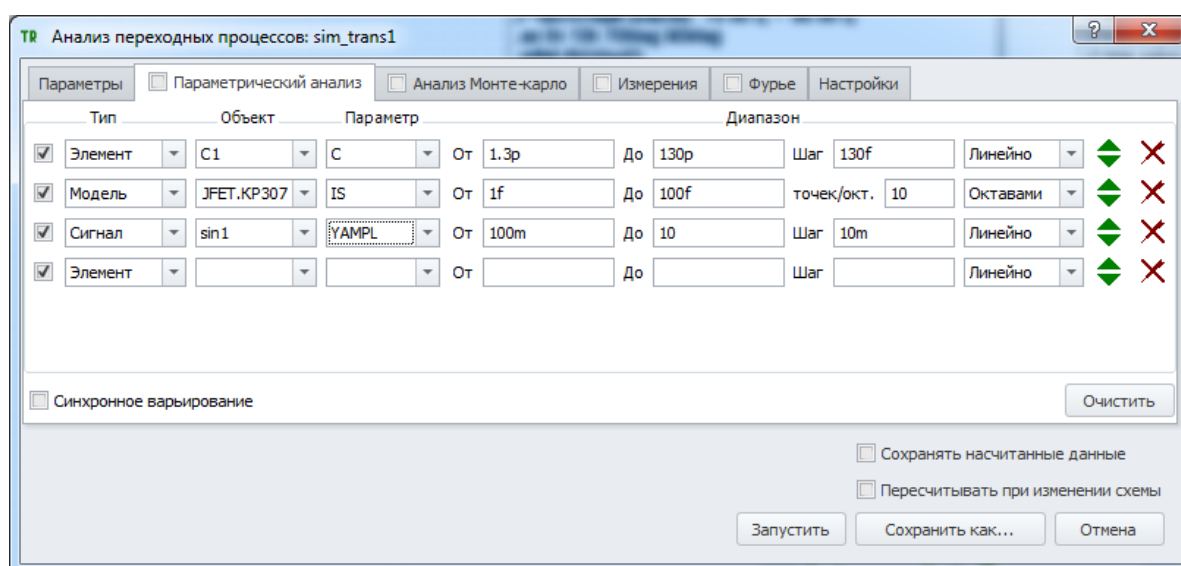

Рис. 16.3.1 Пример задания параметрического анализа схемы
- на вкладке **Параметрический анализ** окна задания симуляции (рис.16.3.1).
Пример задания варьируемых параметров приведён на рис. 16.3.1, описание настроек вкладки **Параметрический анализ** приведено в таблице 16.3.1: